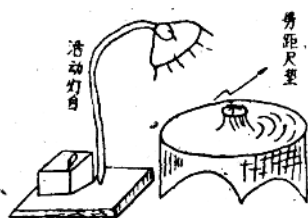

图 7
②量距尺垫：利用原来水准测量用的重尺垫，上有两公分左右的凸起圆铁头，就用这个尺垫的圆头，以钢锯锯成十字线，作为量距的标记，如图7所示，这尺垫可作水准测量用，也可作量距用。